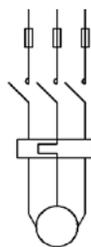

图 17.10.18 修剪直线 (二)
(9) 用 **修改** (M) → **修剪** (T) 命令完成对直线的修剪, 完成后的图形如图 17.10.18 所示。